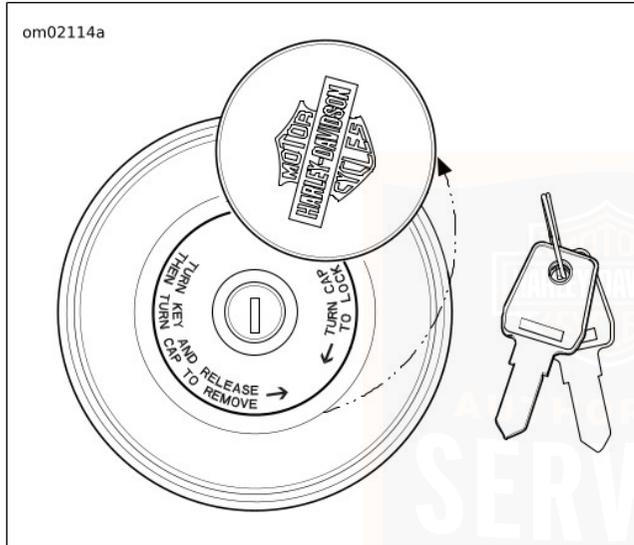

Figura 26. Tapa de llenado de combustible de bloqueo
1. Vea Figura 26. Gire la cubierta de la cerradura para acceder a la cerradura de llave.
1. Vea Figura 26. Inserte la llave en la cerradura.